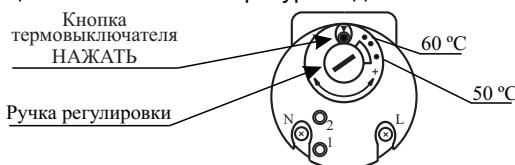

Рисунок 1 - Лицевая панель терморегулятора со встроенным термовыключателем без самовозврата для моделей 3W30V, 3W40V, 3W50V, 3W60V.
- в ЭВН моделей **3W30V, 3W40V, 3W50V, 3W60V** отключить ЭВН от **электросети**, снять защитную пластмассовую крышку и повернуть ручку регулировки (поворотом против часовой стрелки температуру увеличивают, по часовой стрелке - уменьшают, см. рисунок 1);